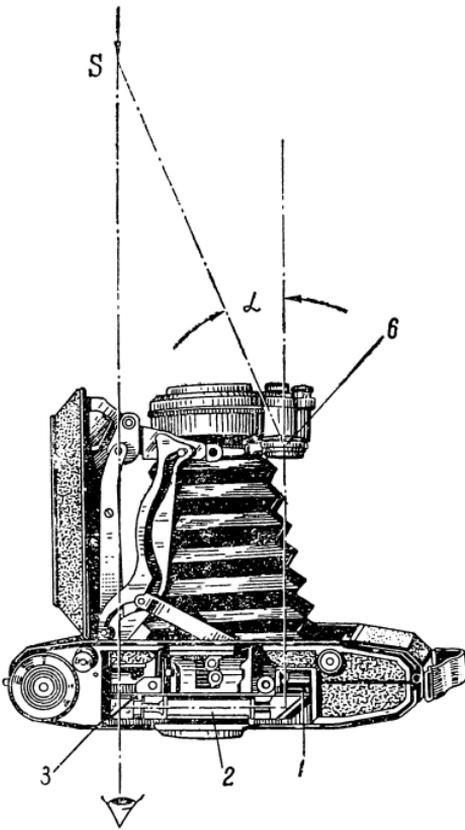

Рис. 53. Схема дальномера.
самостоятельных узлов — блока склеенных призм 2 (рис. 53) со светоделительным слоем, нанесенным в месте склейки, и клинового компенсатора 6, состоящего из двух стеклянных круглых клиньев, вращающихся во взаимно противоположных направлениях и образующих трехгранную призму с изменяющимся углом преломления (см. стр. 19).
*Принцип работы дальномера.* Предположим, что объект съемки находится в точке  $S$  (рис. 53). Через окуляр видно два изображения предмета — действительное и воображаемое.